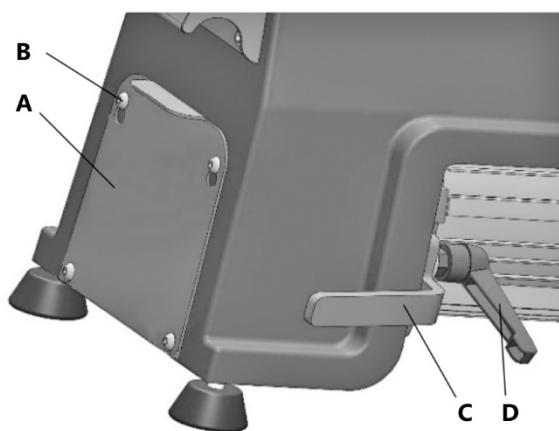
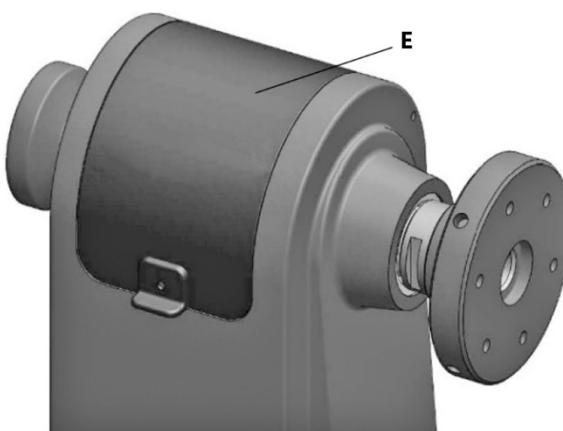

Рисунок 14.
Рисунок 15.
Ослабьте, но полностью не откручивайте, четыре винта В, которые крепят нижнюю панель А (рис. 14). Приподнимите и снимите ее. Откройте верхнюю панель доступа Е (рис. 15).
Ослабьте фиксатор D (рис. 14) и опустив рукоятку С, натяните ремень. Затем зафиксируйте ручку D.
- Снимите боковую панель В и откройте верхнюю панель А (рис. 15,16).
- Снимите боковую панель А и откройте верхнюю панель Е (рис. 14, 15).